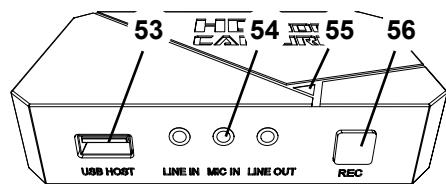

Fig. 35
- ⇒ Pulse la tecla REC (56, Fig. 35) de la grabadora de vídeos HDMI.
- ♦ El LED de señalización (55, Fig. 35) se ilumina en color rojo.
- ⇒ Introduzca el cable del micrófono de los auriculares (conector rosa) en la conexión MIC IN (54, Fig. 35) (marca rosa).